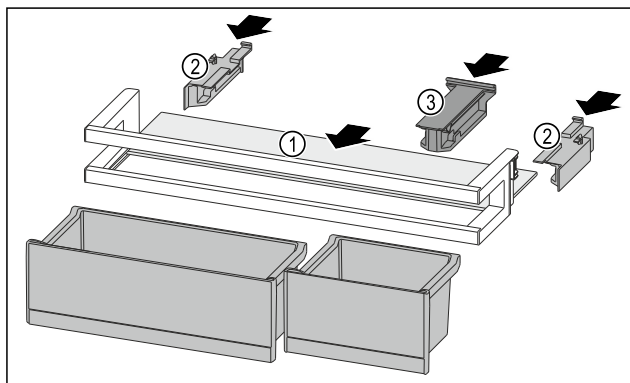

Fig. 254
- Abstellfläche Fig. 254 (1) in die seitlichen Aussparungen einschieben.
- Seitenteile Fig. 254 (2) einsetzen.
- Halteteil Fig. 254 (3) einsetzen.